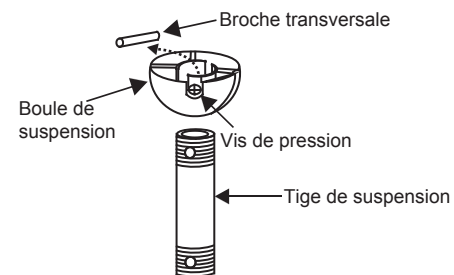

Fig. 7
Étape 5. Retirez la boule de suspension de la tige de suspension en desserrant la vis, en dévissant et en dégageant la broche transversale et en dévissant la balle de la tige. (Fig. 7)